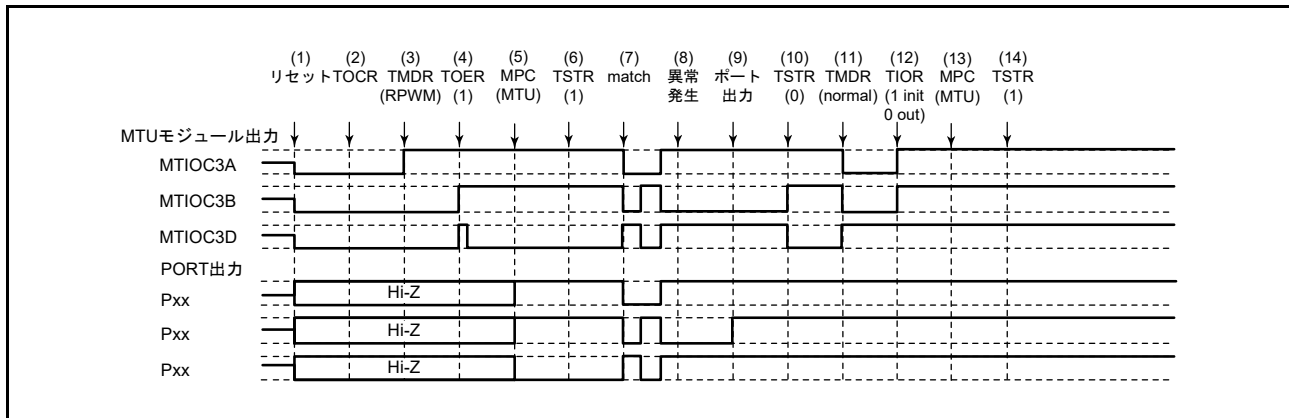

図 22.179 リセット同期 PWM モードで異常が発生し、ノーマルモードで復帰する場合
リセット同期 PWM モードで異常が発生し、再設定後ノーマルモードで再スタートする場合の説明図を図 22.179 に示します。
(1) ~ (10) は図 22.179 と共通です。
(11) PWM モード 1 を設定してください (MTU 出力は正相側が Low、逆相側が High となります)。
(12) TIOR レジスタで端子を初期化してください (PWM モード 1 では MTIOCnB (MTIOCnD) 端子に波形が出力されません。出力すべきレベルがある場合は、I/O ポートのポート方向レジスタ (PDR)、ポート出力データレジスタ (PODR) で汎用出力ポートの設定をしてください)。
(13) MPC と I/O ポートのポートモードレジスタ (PMR) で MTU 出力としてください。
(14) TSTRA (TSTRB) レジスタで再スタートします。
- (11) TOERA (TOERB) レジスタで MTU3、MTU4 (MTU6, MTU7) の出力を禁止してください。
- (12) TOCR1A、TOCR2A (TOCR1B, TOCR2B) レジスタで相補 PWM の出力レベルと周期出力の許可 / 禁止を選択してください。
- (13) 相補 PWM を設定します (MTU の周期出力端子は Low になります)。
- (14) TOERA (TOERB) レジスタで MTU3、MTU4 (MTU6, MTU7) の出力を許可してください。
- (15) MPC と I/O ポートのポートモードレジスタ (PMR) で MTU 出力としてください。
- (16) TSTRA (TSTRB) レジスタで再スタートします。
(29) リセット同期 PWM モードで動作中に異常が発生し、リセット同期 PWM モードで再スタートする場合の動作
(11) MPC と I/O ポートのポートモードレジスタ (PMR) で MTU 出力としてください。
(12) TSTR (TSTRB) レジスタで再スタートします。
(13) コンペアマッチの発生によりリセット同期 PWM 波形を出力します。